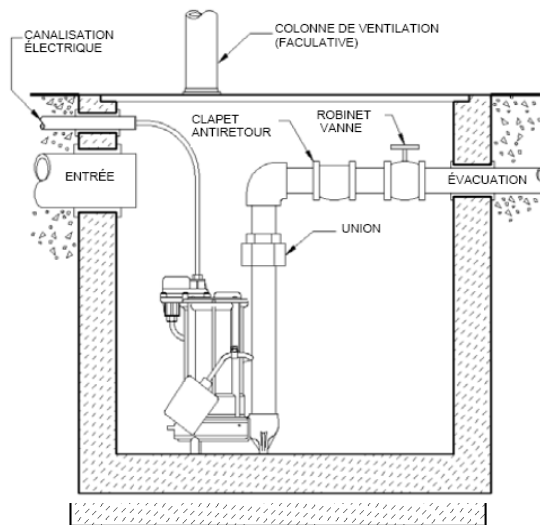

Fig. 2 – Installation type du système à une pompe
- A. **Systèmes simples (une pompe) (voir fig. 2) :** Mettre la pompe en place en assurant suffisamment de dégagement du flotteur par rapport à la paroi latérale du bassin. Le flotteur doit pouvoir se déplacer librement sur tout son parcours, sans contact avec le corps de la pompe, la tuyauterie ou tout autre objet. Lorsqu'on utilise un dispositif de commande facultatif ou un flotteur, suivre les directives d'installation qui accompagnent le dispositif facultatif. Raccorder le tuyau d'évacuation à la sortie fileté de la pompe. **IMPORTANT : NE PAS INSTALLER DE TUYAU D'ÉVACUATION D'UNE DIMENSION INFÉRIEURE À LA SORTIE DE LA POMPE.** Communiquer avec Liberty Pumps ou un autre spécialiste pour toute question au sujet des dimensions de tuyaux et débits adéquats. Installer le couvercle du bassin, en s'assurant qu'il est bien étanche.